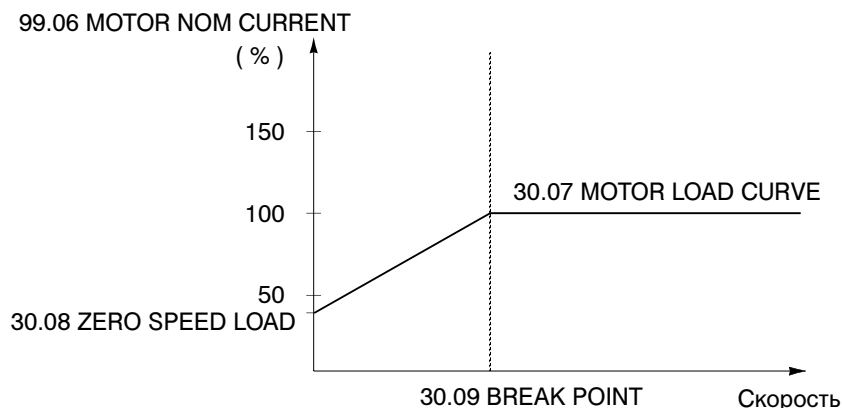

Рис. 6-19. Кривая нагрузки электродвигателя
- Нагрев электродвигателя вычисляется на основании кривой нагрузки (см. Рис. 6-19.). Электродвигатель нагревается при работе в области выше кривой нагрузки и остывает при работе в области ниже этой кривой. Скорость нагрева и охлаждения устанавливается параметром 30.06 MOTOR THERM TIME.
Этот параметр определяет точку, в которой кривая нагрузки электродвигателя начинает спадать от максимального значения (параметр 30.07 MOTOR LOAD CURVE) к значению при нулевой скорости (параметр 30.08 ZERO SPEED LOAD). Пример кривой нагрузки электродвигателя приведен на Рис. 6-19.